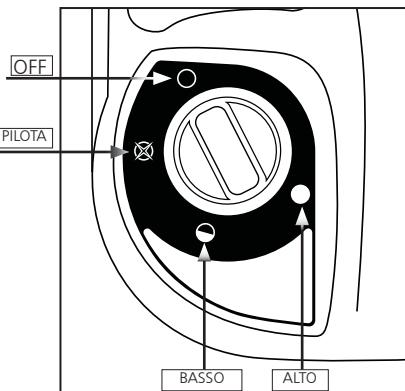
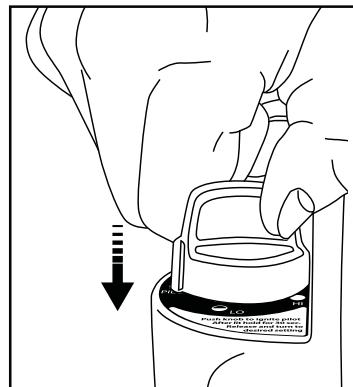

Figura 1: manopola di controllo
Figura 3: accensione
- Assicurarsi che la Manopola di controllo a quattro posizioni sia in posizione "OFF" : vedere Figura 1.
- Ruotare la manopola di controllo in senso antiorario fino alla posizione "PILOTA" e premere per accendere; vedere Figura 1 e Figura 3.
- Dopo che la formella del bruciatore è diventata arancione vivo, regolare l'uscita di calore girando la manopola di controllo nella posizione desiderata (impostazione "ALTO" o "BASSO"). Figura 1.